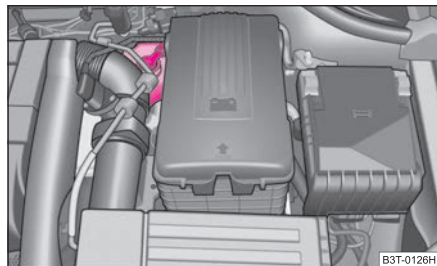

Fig. 190 Vano motor: depósito de líquido de frenos
- Verifique el nivel de líquido de frenos en el depósito ⇒ **fig. 190**. El nivel debe encontrarse entre las marcas “MIN” y “MAX”.